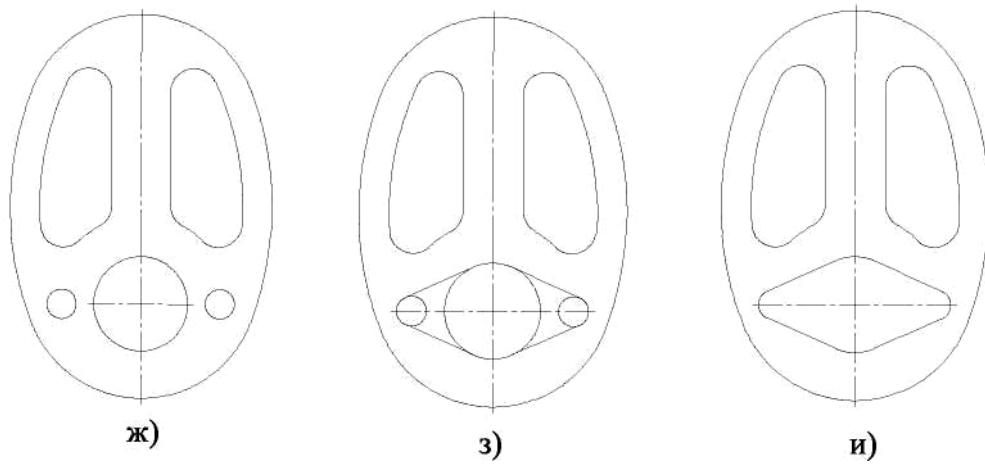

Рис. 2.12 - Последовательность выполнения лабораторной работы
2. Изобразить осевые линии (рис.2.12 а).
б) щелкнуть по пиктограмме **Отрезок**, задать стиль линии **Осевая**, а затем изобразить осевые линии (рис. 2.12 а). При формировании изображений осевых линий использовать расширенную команду  - **Параллельный отрезок**
3. Изобразить заданные окружности (рис. 2.12 а). Для точного указания точек использовать объектную привязку **Пересечение**. Для этого щелкнуть на кнопке  - **Установка глобальных привязок** и в открывшемся окне установить опцию **Пересечение**.
4. Построить окружности, касательные к заданным окружностям (рис. 2.12 б). Для этого использовать команду  - **Касательная окружность к двум кривым**.
**кривую** панели **Редактирования** (рис. 2.12 в).
6. Построить дугу окружности **m** на заданном удалении от внешнего контура и прямую **n**, параллельную вертикальной оси симметрии (рис. 2.12 г). Использовать команду  - **Эквидистанта кривой** панели **Геометрия**.
7. Построить сопряжения между прямой **n** и дугой окружности **m**. Для построения сопряжений использовать команду  - **Скругление** (рис. 2.12 д, ж).
8. Построить окружности и касательные к ним. Для построения касательных использовать опцию  - **Отрезок, касательный к двум кривым** (рис. 2.12 з, и).
9. Удалить ненужные части окружности с использованием команды  - **Усечь кривую** (рис. 2.12 к).
10. Установить точность размерных надписей - число знаков после запятой 0 (рис. 2.12). Выполнить изображения размеров.